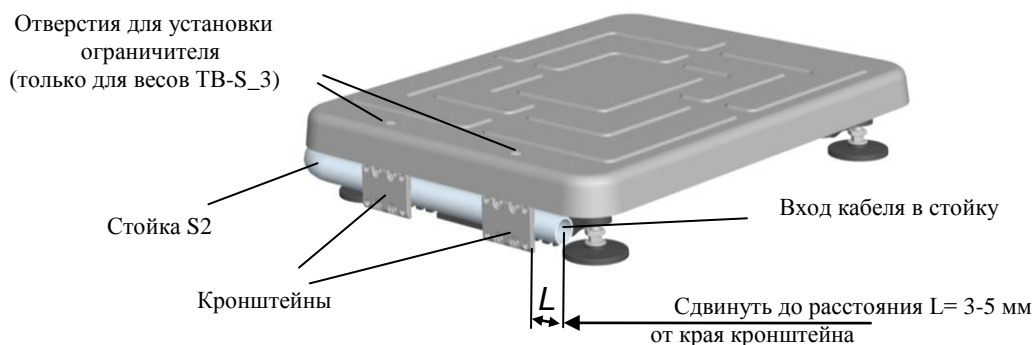

Рис. 6.1 - Крепление круглой вращающейся стойки к модулю ТВ-S
- Сдвинуть стойку S2 на расстояние $L = 3-5$ мм от края стойки до края кронштейна, Рис. 6.1.